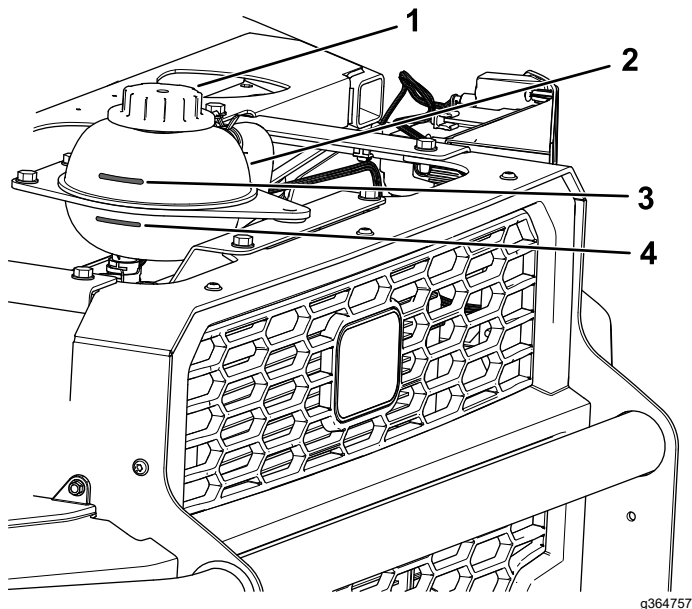

Figure 106
4. Vérifiez le niveau de liquide de refroidissement dans le réservoir (Figure 106).